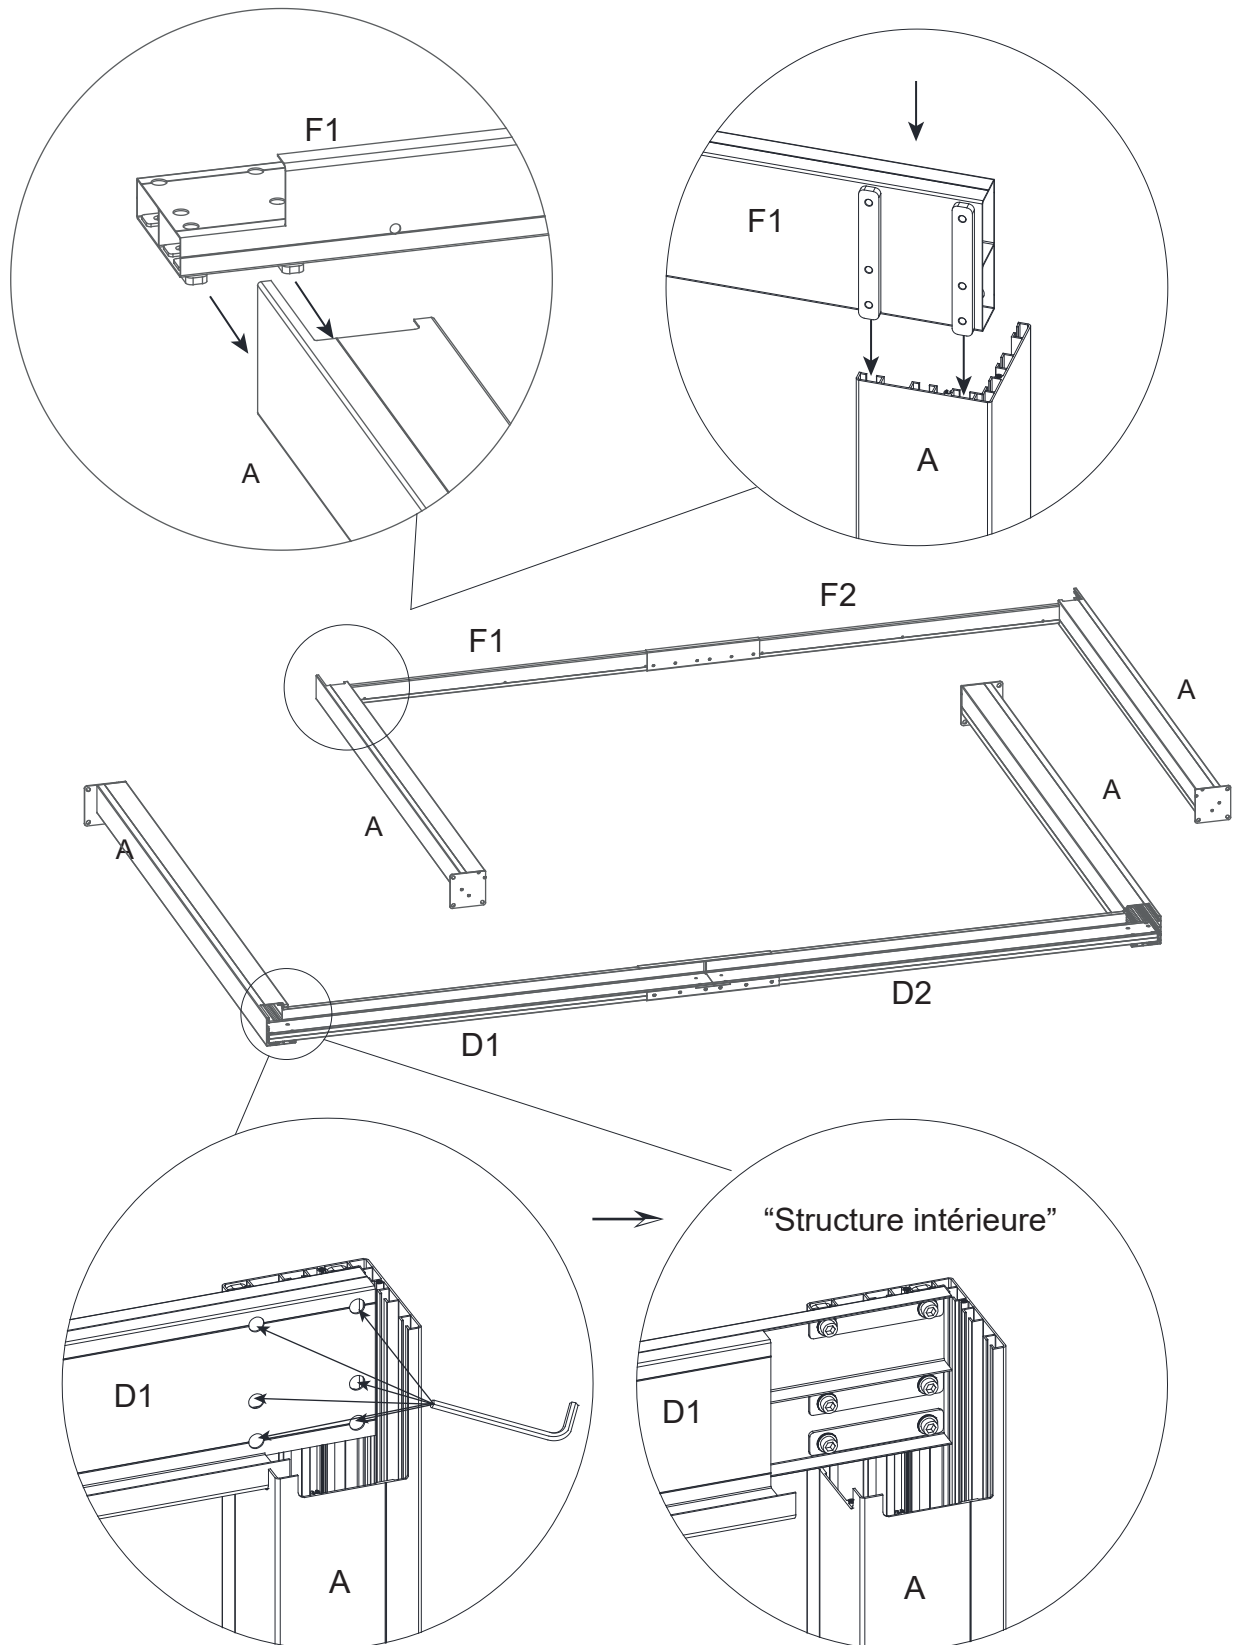

Figure 4
Figure 4. Glissez les deux extrémités des traverses avant (D1/D2) ainsi que les traverses arrière (F1/F2) dans le guide intégré de la poutre en coin (A) et serrez les boulons à l'aide de la clé hexagonale. Référez-vous au schéma de la structure interne.